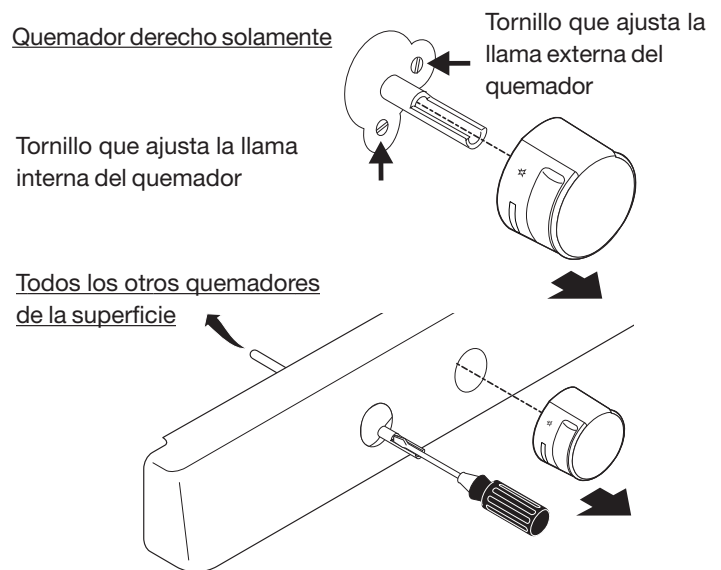

Fig. 40
5. Utilice un desatornillador de hoja delgada y ajuste el tamaño de la llama intern con los tornillos derechos (Vea la Fig. 40). Ajuste el tamaño de la llama externa con el juego de tornillos bajos (Vea la Fig. 40). Dele vueltas en direccion contraria a las manijas del reloj para incrementar el tamaño de la llama. Dele vueltas en direccion a las manecillas de reloj para decrecer el tamaño de la llama.
2. Inserte un desatornillador de hoja delgada dentro de la abertura de la valvula y una el tornillo adentro (Fig. 40) . El tamaño de la llama puede ser incrementado o decrecido con una vuelta del tornillo. Dele vueltas en direccion contraria a las manecillas del reloj para incrementar el tamaño de la llama. Dele vueltas en direccion a las manecillas del reloj para decrecer el tamaño de la llama.